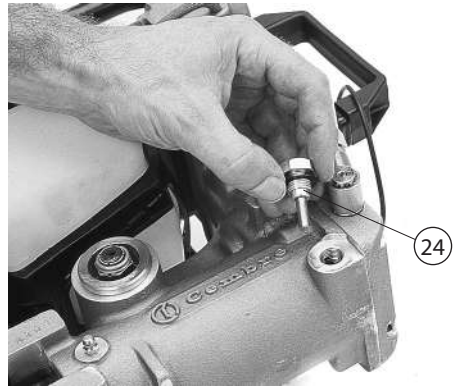

FIG. 26c – EVACUACIÓN DE RESIDUOS METÁLICOS
Colocado el taladro cómo en la Fig. 26c destornillar el tapón con inserción magnética (24) sobre el cual se habrán recogido los residuos metálicos eventualmente presentes en el aceite. Limpiar con cuidado la inserción magnética con un trapo limpio y atornillarlo de nuevo en el alojamiento correspondiente.